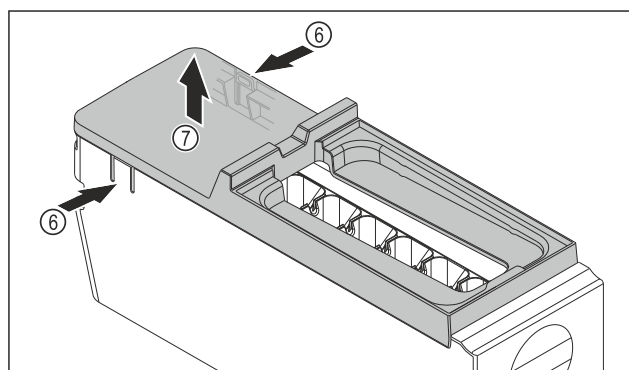

Fig. 92
- ▶ Wymywanie osłony korpusu EasyTwist-Ice: Docisnąć jedną ręką nakładki Fig. 92 (6) po obu stronach korpusu EasyTwist-Ice.
- ▶ Drugą ręką wyjąć osłonę Fig. 92 (7) ku górze.